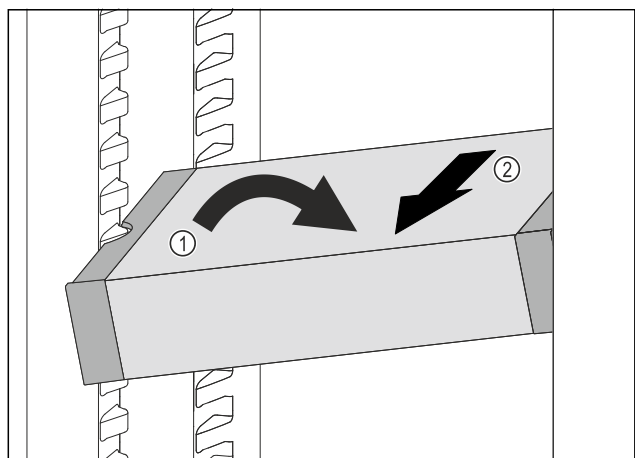

Fig. 109
- ▶ Расположите VarioSafe в холодильном отделении под наклоном. *Fig. 109 (1)*
- ▶ Извлеките VarioSafe движением вперед. *Fig. 109 (2)*